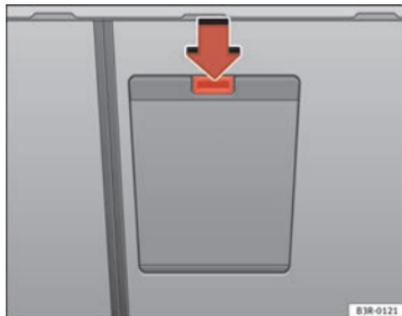

Fig. 117 Pormenor do banco traseiro visto de trás: Tampa do saco para objectos longos
- Prima o botão de desbloqueio da tampa do saco para objectos longos ⇒ fig. 117 -seta- e rode-o para baixo.